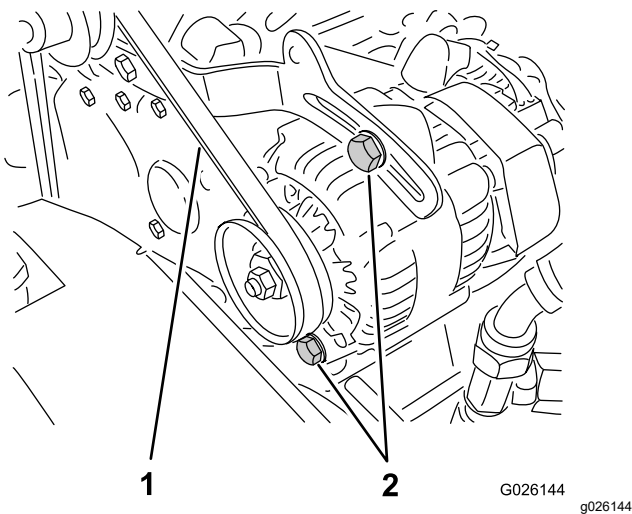

Figura 60
2. Verifique a tensão pressionando a correia a meio curso entre a cambota e as polias do alternador com uma força de 10 kg (Figura 60).
- A. Desaperte os 2 parafusos de fixação do alternador (Figura 60).
- B. Utilizando um pé de cabra, rode o alternador até atingir uma tensão adequada da correia; depois, aperte os parafusos de montagem (Figura 60).